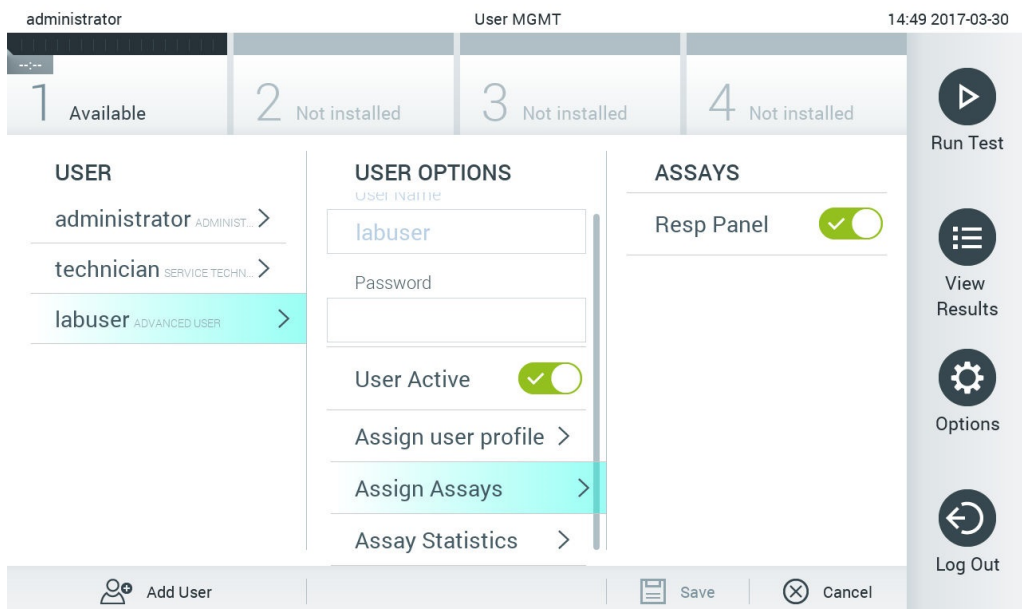

Рис. 61. Призначення аналізів користувачам.
- Assign Assays (Призначити аналізи): дозволяє визначати аналізи з бази даних, які користувачеві можна виконувати. Виберіть аналізи зі списку праворуч в області вмісту (рис. 61).